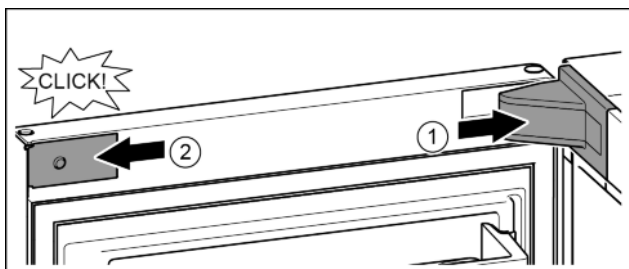

Fig. 24
- ▶ Założyć osłonę płytki zawiasu i zazębnić, ew. ostrożnie odsunąć. Fig. 24 (1)
- ▶ Założyć zaślepkę z boku i zazębnić. Fig. 24 (2)